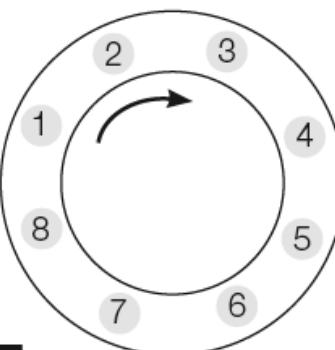

Abb. 3
3. En serrant les vis (selon le couple de serrage\*) plusieurs fois en croix (voir figure 2) et dans un ordre circulaire (voir figure 3)